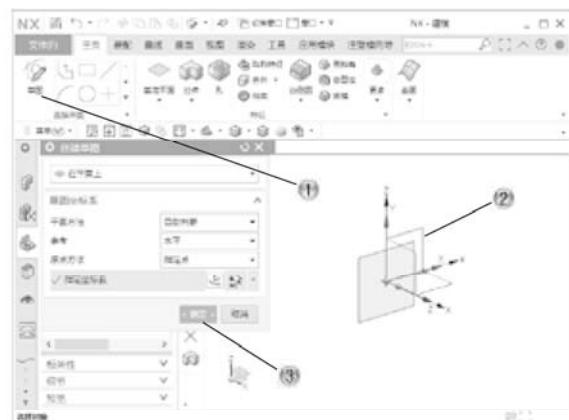

图 2-53
- ① 单击【主页】选项卡中的【草图】按钮，进入草图绘制环境，如图 2-53 所示。
② 在绘图区中，选择草绘平面。
③ 单击【确定】按钮。